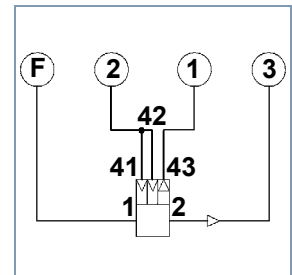

Abb. 2 Anschlusschema Prüfstand
- Gerät an Prüfstandanschlüsse (siehe Abb. 2) oder nach Prüfschema anschließen.